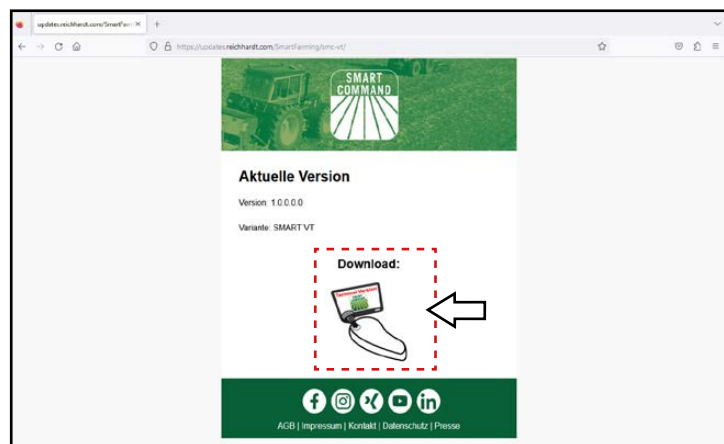

Abb. 115: Terminal-Update herunterladen
2. Laden Sie das Update durch Auswahl des Terminal-Symbols herunter (siehe Abb. 115).